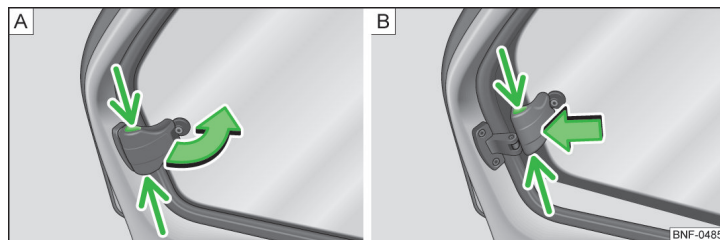

Fig. 32 Ruder bagi: Åbning / Lukning
- Tag fat i låseanordningen i udskæringen » Fig. 32 - **A**, og åbn ruden i pilens retning.
- Lås ruden, når den er åben, ved at trykke låseanordningen i pilens retning » Fig. 32 - **B**.
- Tag fat i låseanordningen i udskæringen, og træk den modsat pilens retning » Fig. 32 - **B**.
- Luk ruden til udgangsposition modsat pilens retning » Fig. 32 - **A**, indtil låseanordningen går i hak, så det kan høres.